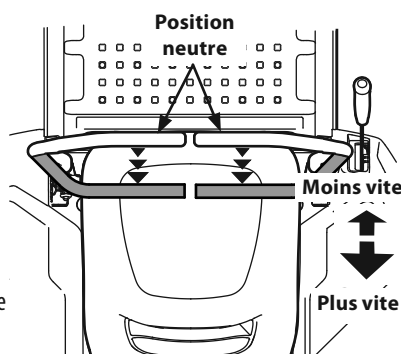

Figure 28
1. Poussez les barres de conduite lentement et graduellement vers l'arrière. L'appareil commencera à reculer. Voir Figure 28.